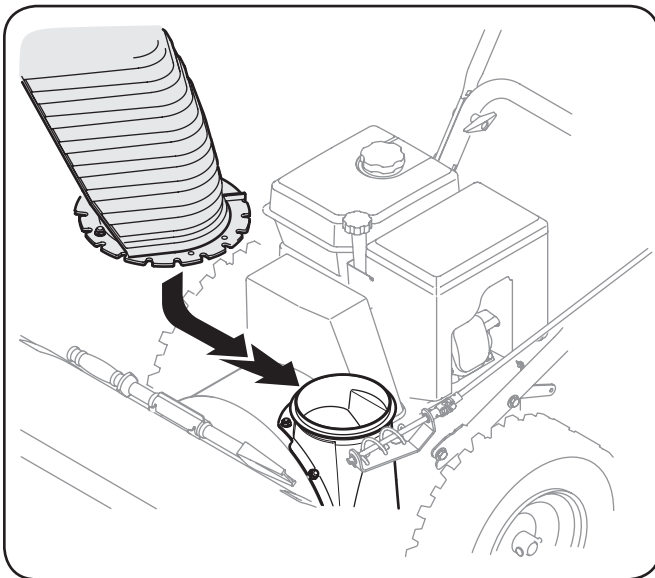

Figura 3-4
3. Coloque el conjunto del canal en la base del canal tal como se muestra en la Figura 3-4. Asegúrese de que las muescas del canal engranen con el extremo en espiral del control direccional del canal, y que los dos fijadores de brida se encuentren debajo de la brida sobre la base del canal.